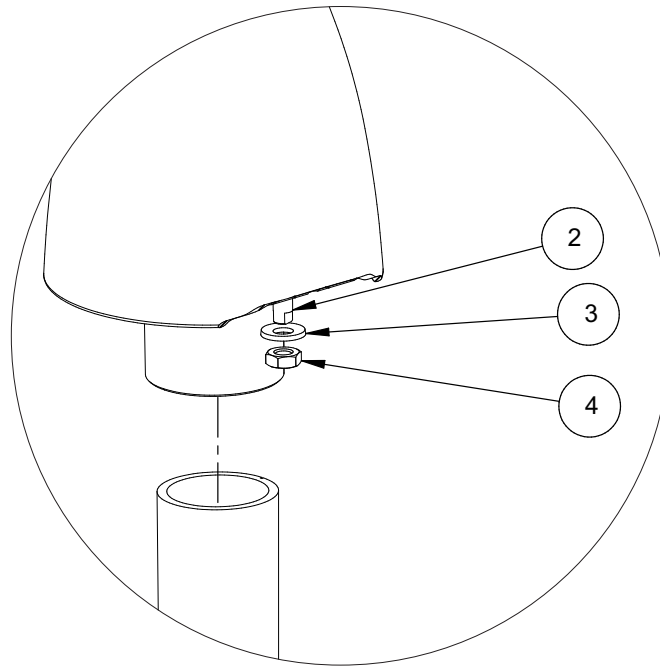

Abbildung 7.7: Aufbau der Erdungsklemme
1. Entfernen Sie die Mutter (Pos. 4 in Abb. 7.7) und die Sicherungsscheibe (Pos. 3).